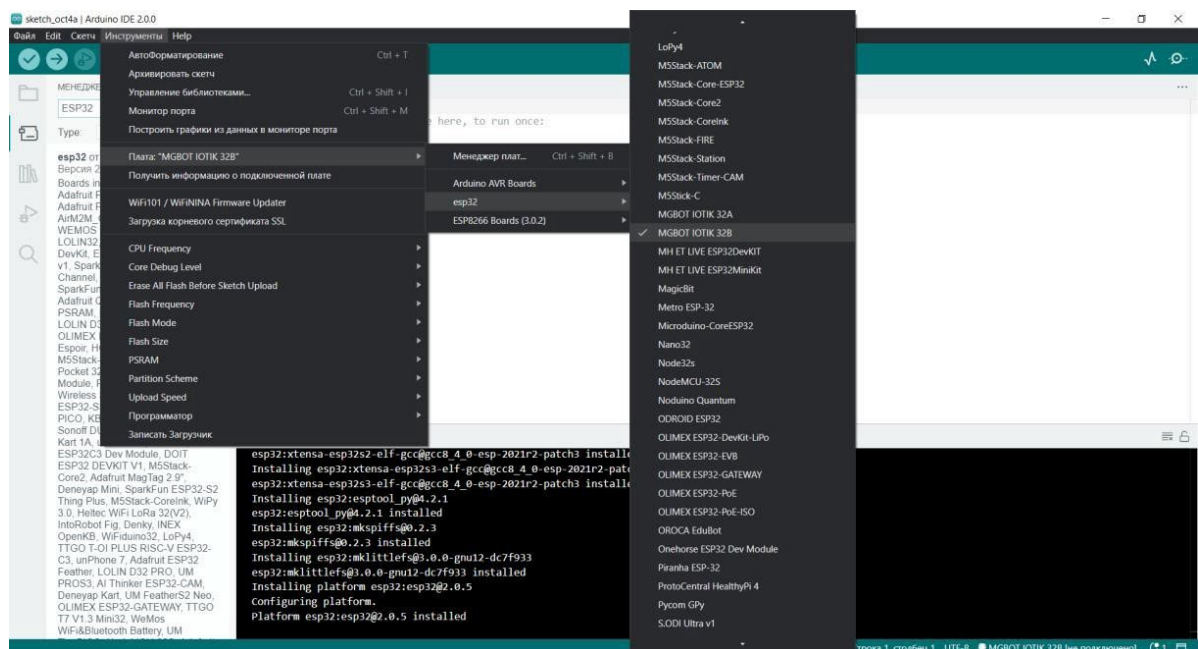

Рисунок 10. Выбор платы MGBOT IoTIK 32 A/B
4. После установки выберите плату через Инструменты → Плата → esp32 → MGBOT IoTIK (рис. 10).